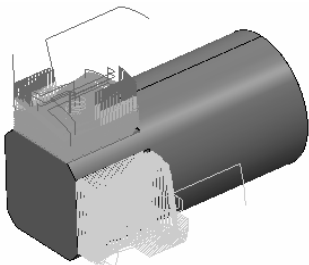
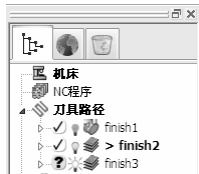

图 4-110 生成刀具路径
图 4-111 修改刀具路径名称
5) 单击工具栏上的按钮, 完成刀具路径旋转, 如图 4-110 所示。将复制刀具路径更名为 finish3, 如图 4-111 所示。